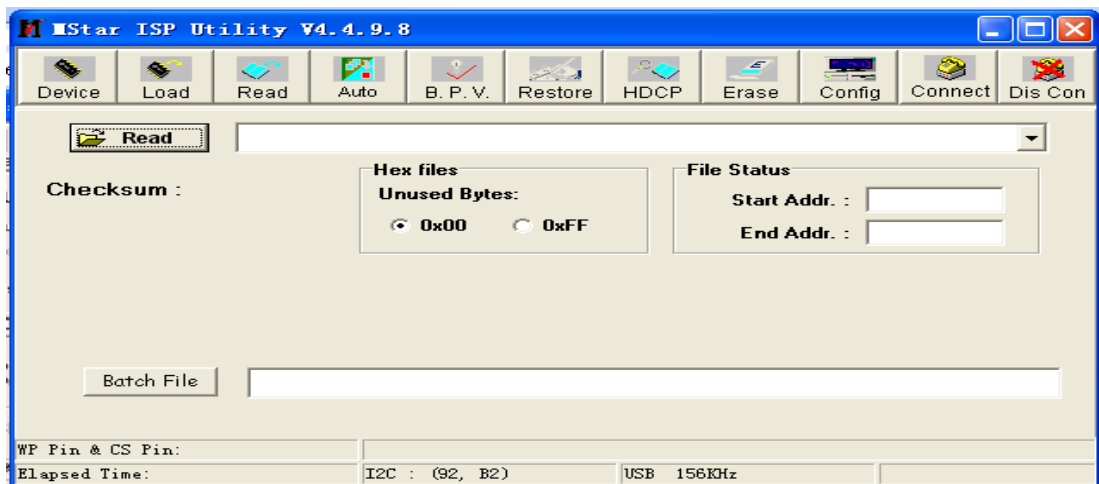

图 3.4
- 7) 属性设置后，点击“Read”按钮出现下图 3.4。